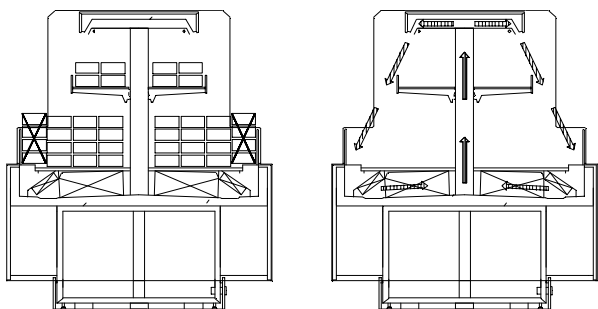

FIG. 12
- Non ostruire le feritoie di distribuzione del freddo che garantiscono il corretto flusso dell'aria (FIG. 12)